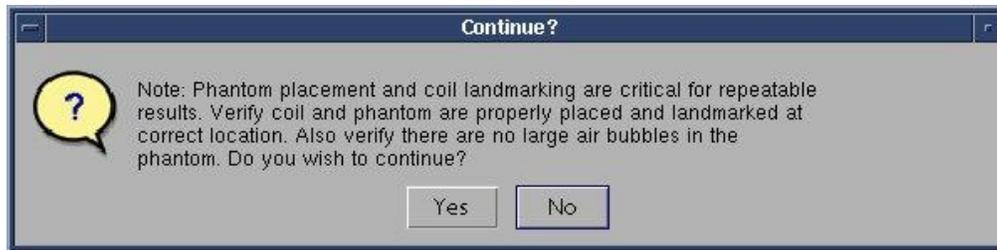

Figura 4
3. Tras el inicio, aparecerá una nota indicando “Phantom placement and coil landmarking are critical for repeatable results” (La colocación del fantoma y el registro de la posición de la bobina son esenciales para obtener resultados repetibles). Si el registro de la posición de la bobina se ha realizado correctamente y no hay burbujas de aire en el fantoma, haga clic en **[Yes]** (Sí) para continuar. (Figura 4).